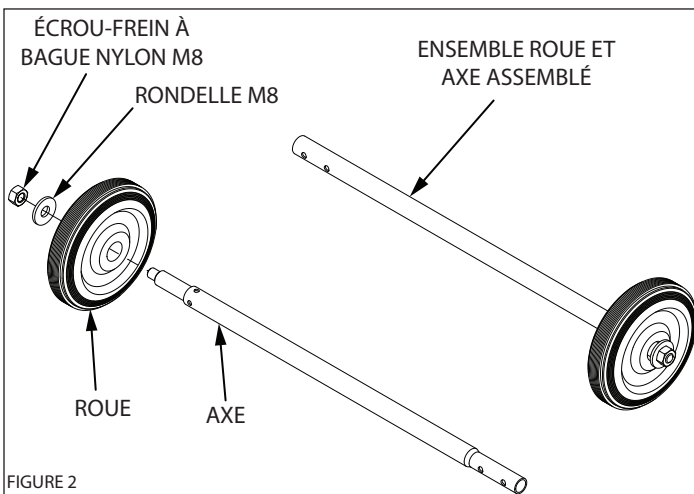

FIGURE 2
- Vis M6 x 1,0 x 28 (2)
- Rondelle plate M8 x 24 x 2,2 (12)
- Rondelle-frein élastique M8 (7)
- Rondelle bombée M8 x 30 (1)
- Rondelle-frein élastique M6 (2)
- Rondelle plate M10 (2)
- Écrou-frein à bague nylon M6 x 1,0 (2)
- Écrou-frein à bague nylon M10 (2)
- Mousqueton (4)
- Doigt de rechange 46 mm (1)
4. Monter les roues sur l'axe (**VOIR FIGURE 2**). Pour chaque élément d'axe :